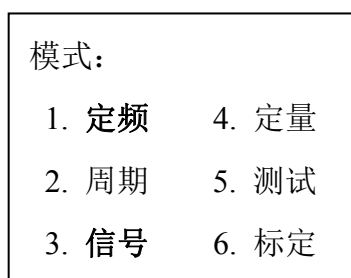

图 3 工作模式设置界
1. 选择“1. 模式及参数设置”后，进入工作模式设置界面如图 3 所示。